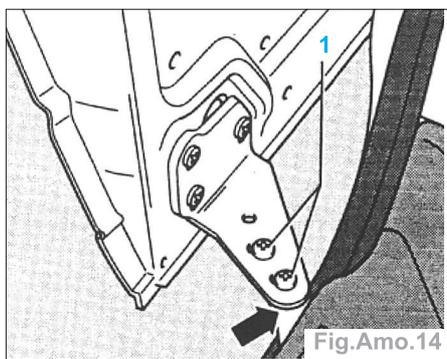

Fig. Amo.14
- Repérer le réglage du guide-galet inférieur (flèche) (Fig.Amo.14).